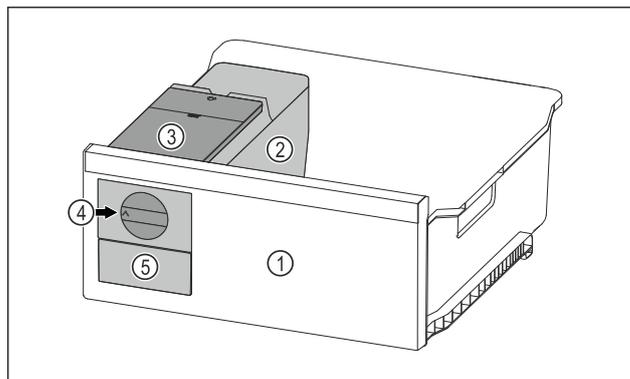

Fig. 102 Représentation à titre d'exemple
- ▶ Tourner le bouton rotatif Fig. 102 (4) dans le sens horaire jusqu'à la butée.
- ▶ Les glaçons tombent du bac à glaçons dans le tiroir à glaçons Fig. 102 (5).